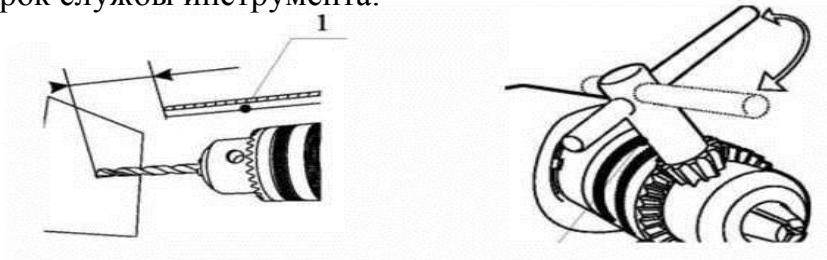

Рис. 1 Дрель ударная электрическая.
- 4.1. Общий вид дрели ударной электрической представлен на рис. 1.
- 4.2. Крепление патрона (2) (рис.1) на шпинделе осуществляется при помощи винтового соединения.
4.5. Включение/выключение инструмента осуществляется клавишей выключателя (7) (рис. 1) на рукоятке инструмента. Для удобства вашей работы в инструменте предусмотрен фиксатор выключателя (8). Не пользуйтесь фиксатором при работах, в которых может понадобиться внезапная остановка.